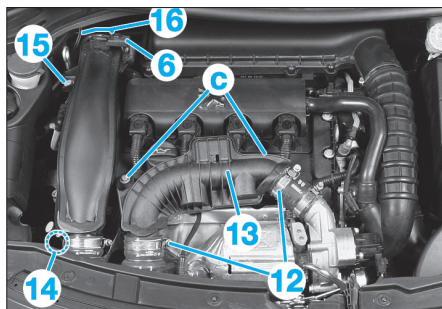

Fig. 41
- Déconnecter le connecteur du capteur de température et pression d'alimentation en "b" (Fig.41).